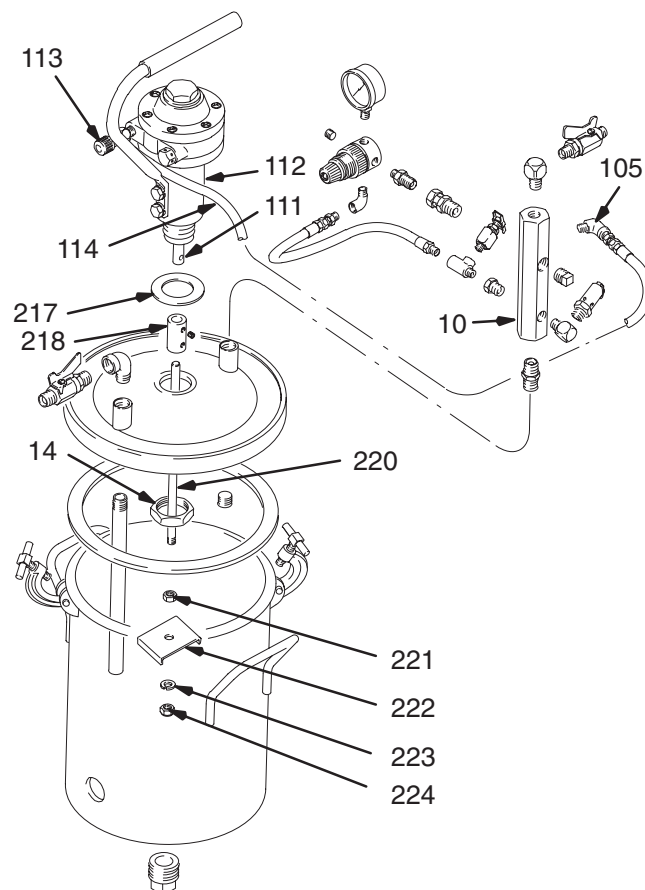

Fig. 4
3. Placer le joint (217) sous le manchon de raccordement (112) et introduire l'arbre moteur (111) dans le trou central du couvercle. Visser l'écrou hexagonal (14) sur le manchon de raccordement et serrer à 68 N.m. Voir Fig. 4.
4. Placer l'accouplement de l'arbre (218) par dessus l'arbre moteur (111) et serrer la vis sans tête supérieure sur l'arbre. Introduire l'arbre (220) dans l'accouplement et serrer la vis sans tête inférieure sur l'arbre. Visser l'écrou (221), la pale (222), la rondelle (223) et l'écrou (224). Voir Fig. 4.
5. Raccorder le coude (105) au manifold (10) à l'emplacement du bouchon. Brancher le flexible de l'agitateur (114) sur le coude (105). Voir Fig. 4.